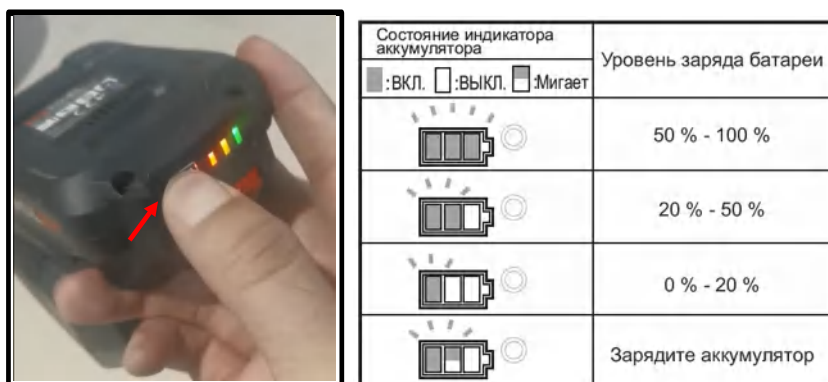

Рис.10
5.2. Индикатор заряда аккумулятора (Рис.10) (аккумулятор не входит в комплект шуруповёрта).